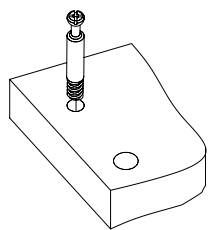
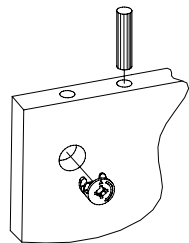

Рис.1
Рис.2
1. Подготовьте детали к сборке. Вкрутите шпильки минификсов в детали 1, 2, 3, 4, 16, 17, 18 (Рис.1). Вставьте головки минификсов в детали 1, 2, 5, 6, 7, 8, 14, 15. Вбейте шканты в соответствующие торцевые отверстия деталей 1, 2, 3, 5, 6, 7, 8, 14 (Рис. 2).